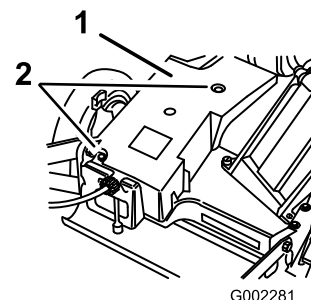

Figura 32
3. Retire los pernos que fijan la cubierta de la correa a la carcasa del cortacésped (Figura 32).